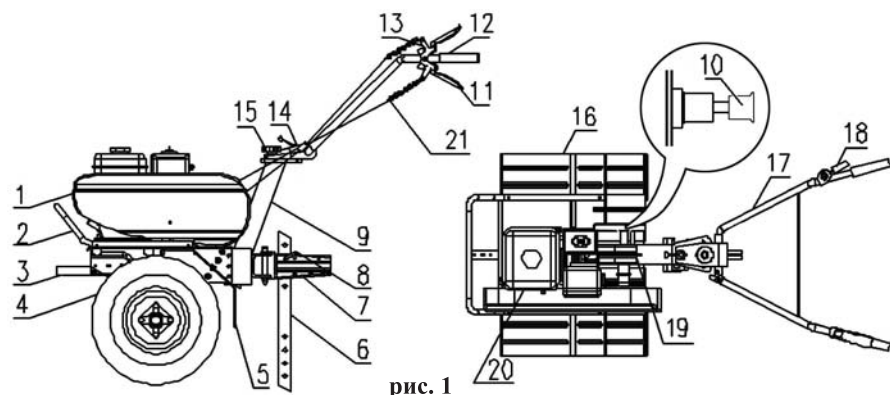

рис. 1
Общий вид мотоблока схематично представлен на рис. 1
5.3 Установите нижнюю часть рулевого управления 9 (рис. 1) на основание мотоблока и зафиксируйте винтами.
5.4 Отвернув 2 гайки и болт, снимите защитный кожух ремней 1 (рис. 1)